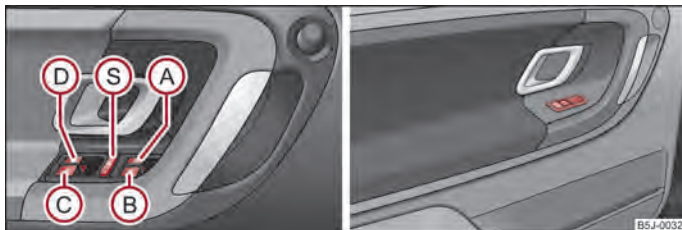

Fig. 19 Tastele din portiera șoferului/tastele din portierele din spate
Tastele pentru fiecare geam se găsesc în elementul de comandă din cotiera portierei șoferului ⇒ fig. 19, din portiera pasagerului față și din portierele din spate.
Apăsând comutatorul de siguranță  ⇒ fig. 19, puteți scoate din funcțiune tastele din ușile din spate. Apăsând încă o dată comutatorul de siguranță , puteți restabili funcționarea tastelor din ușile din spate.
- Când se transportă copii pe locurile din spate, vă recomandăm să scoateți din funcțiune comutatoarele din ușile din spate (comutatorul de siguranță)  ⇒ fig. 19.